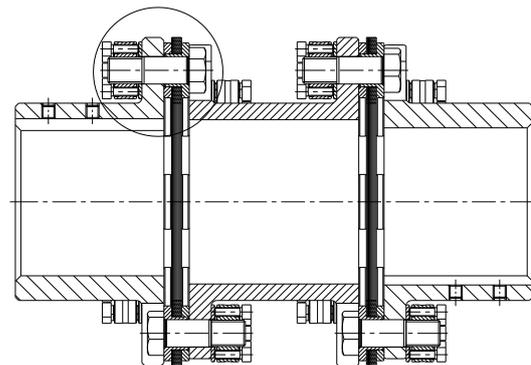

Bild 28: Montage der Lamellenpakete RADEX®-N Gr. 136 - 336 und 138 - 338
- Lamellenpakete und Zwischenstück einsetzen (siehe Bild 28). Bei Bauart NN entsprechend 1 Lamellenpaket (Zwischenstück entfällt).
- Die Teile zunächst nur handfest verschrauben, wobei die Passschrauben wechselseitig zu montieren sind (siehe Bild 28). Bei Größe 156 und 158 Unterlegscheibe unter dem Schraubenkopf verwenden.